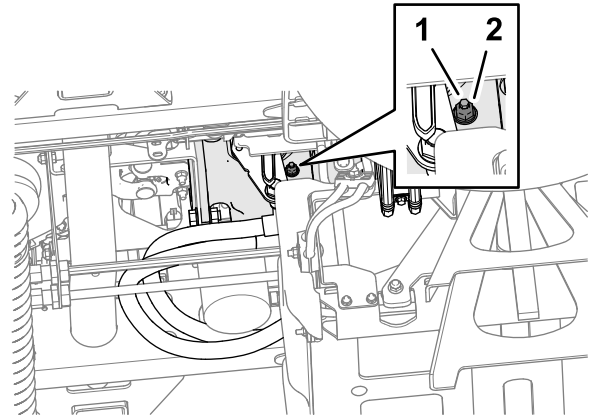

Bild 106
3. Lösen Sie von der Unterseite der Maschine aus und auf der rechten Seite der Traktionspumpe die Sicherungsmutter, mit der die Schraube zur Einstellung der Leerlaufückstellung befestigt ist (Bild 106).